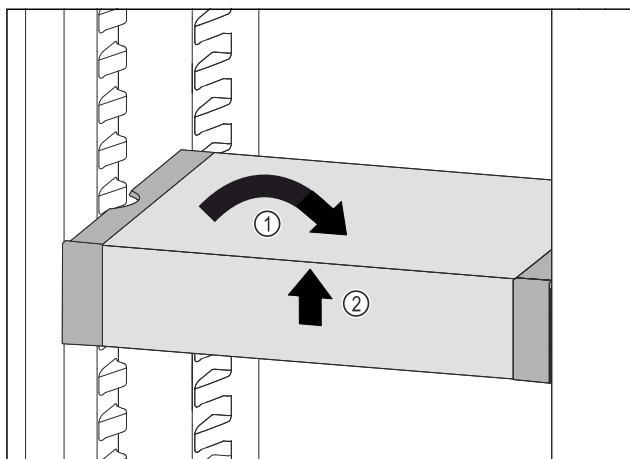

Fig. 111
- Вирівняти VarioSafe. Fig. 111 (1)
- Підняти VarioSafe спереду. Fig. 111 (2)